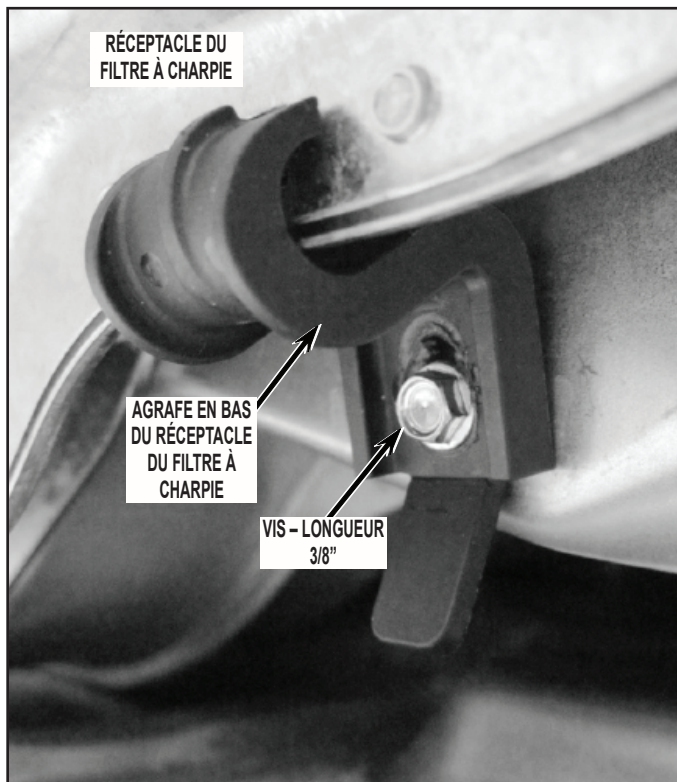

FIGURE 38
- Lors de la réinstallation du réceptacle du filtre à charpie avec ses vis sur le logement du ventilateur (voir la *Figure 11*), vérifier que l'agrafe inférieure en plastique du réceptacle du filtre à charpie pince et accroche correctement le réceptacle; voir la *Figure 38*.